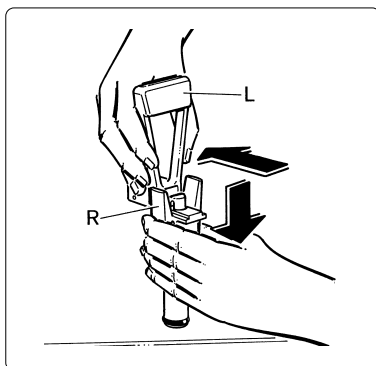

Fig. 13
- Smontare il rubinetto tenendo premuto verso il basso il corpo (R) sfilando la leva (L) dalla propria sede (vedi fig. 13).